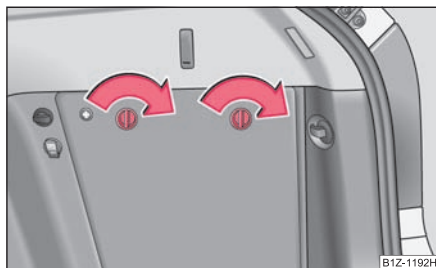

Fig. 254 Portbagajul:
- Demontați capacul compartimentului lateral prin rotirea elementelor în sensul săgeții ⇒ fig. 254.